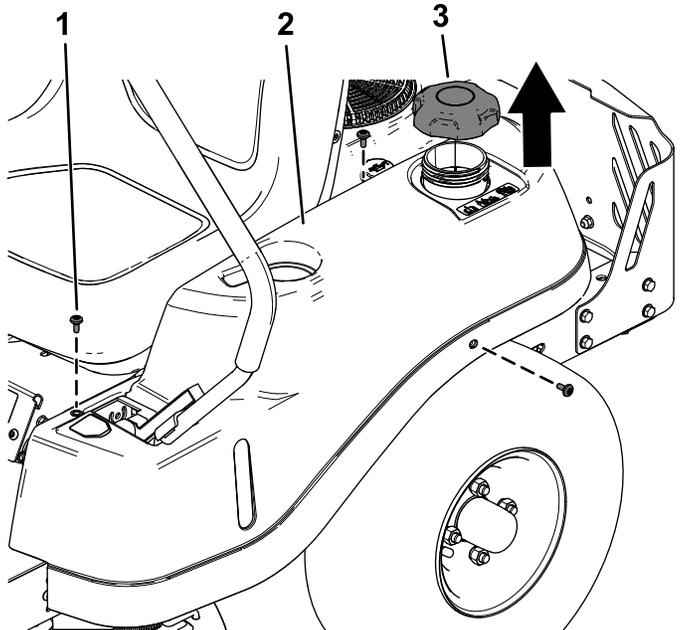

Bild 2
1. Nehmen Sie die drei Ansatzschrauben von jeder Abdeckung ab und nehmen Sie die Abdeckungen von beiden Seiten der Maschine ab (Bild 2).
Nehmen Sie den Tankdeckel ab, bevor Sie die linke Abdeckung entfernen (Bild 2).